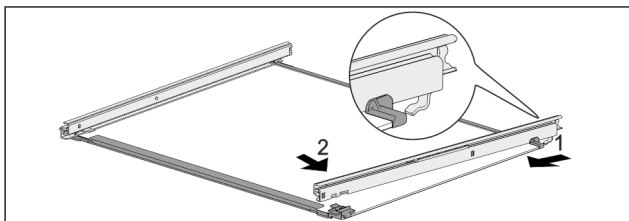

Fig. 45 Glasplaat met rails
- ▶ Rail achter vasthaken. Fig. 45 (1)
- ▶ Rail voor vasthaken. Fig. 45 (2)